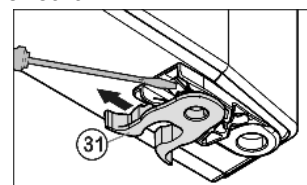

Fig. 8
- ▶ Decuplați clema elastică Fig. 8 (31): Împingeți în jos dispozitivul de blocare, trageți deasupra clema elastică.